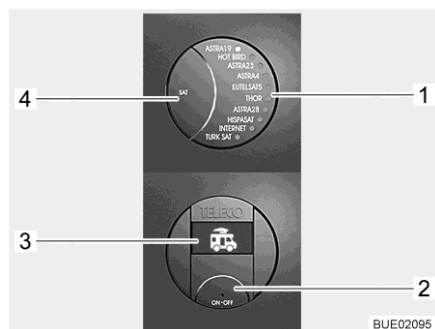

Bild 61 Kontrollpanel (TeleSat)
- Tryck på på/av-knappen (Bild 61,2). LED-indikator på den valda satelliten (Bild 61,1) och bakgrundsbelysningen på knappen lyser. På displayen (Bild 61,3) visas fordonssymbolen med införd antenn.
- Tryck på på/av-knappen (Bild 61,2) på nytt. Anläggningen är påslagen. Om antennen var införd, körs den nu ut i driftsläge. När lysdioden för den önskade satelliten (Bild 61,1) blinkar, vänta då några sekunder. Antennen ställs automatiskt in på de här satelliterna (den sista satellitpositionen lagras efter avstängningen). När systemet har hittat satelliten lyser lysdioden (Bild 61,1) permanent och "SAT OK" visas på displayen (Bild 61,3).
- Tryck in knappen SAT (Bild 61,4) tills lysdioden (Bild 61,1) visar önskad satellit. Antennen riktas automatiskt in på den valda satelliten. När systemet har hittat satelliten lyser lysdioden (Bild 61,1) permanent och "SAT OK" visas på displayen (Bild 61,3).
- Tryck på på/av-knappen (Bild 61,2). LED-indikator på den valda satelliten (Bild 61,1) och bakgrundsbelysningen på knappen lyser. På displayen (Bild 61,3) kommer den för närvarande valda satelliten att visas.
- Tryck på på/av-knappen (Bild 61,2) på nytt. Antennen förs in. När antennen är helt införd visas symbolen på fordonet med antennen som är indragen på displayen. Anläggningen växlar till vänteläge efter några sekunder.